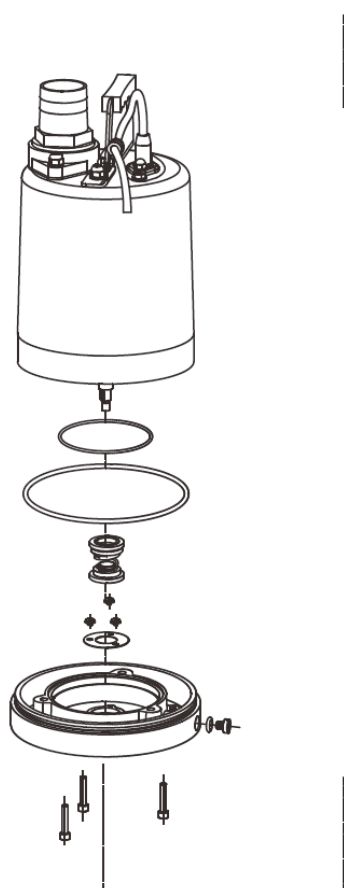

Рис. 26. МОДЕЛЬ 1: 0,25 ~ 0,75 кВт в разобранном виде
5.1.1. Разборка насосов МОДЕЛЬ 1: 0,25 ~ 0,75 кВт, МОДЕЛЬ2: 1,5 ~ 11 кВт / МОДЕЛЬ 4: 1,5 ~ 5,5 кВт (Рис.26, Рис. 27)